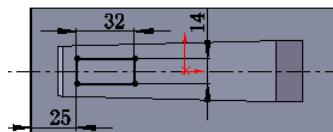

图 12.2.9 横断面草图
② 定义横断面草图。在草图环境中绘制图 12.2.9 所示的横断面草图。
③ 定义切除深度属性。在“切除—拉伸”对话框 **方向 1** 区域的 **下拉列表** 中选择 **给定深度** 选项，在 **D1** 中输入深度值 1.0。其他选择默认设置值。
④ 单击 **√** 按钮，完成切除—拉伸 1 的创建。